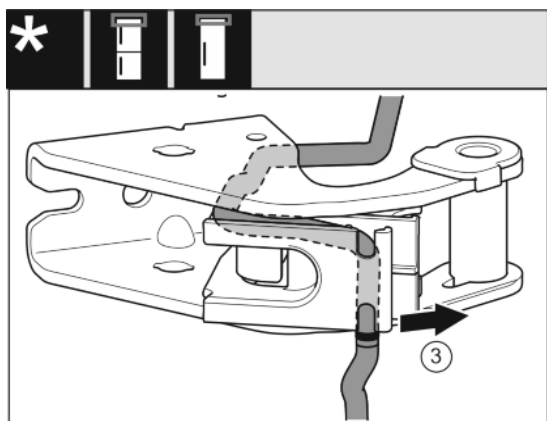

Fig. 22
- ▶ Освободете кабела от водача. Fig. 22 (3)